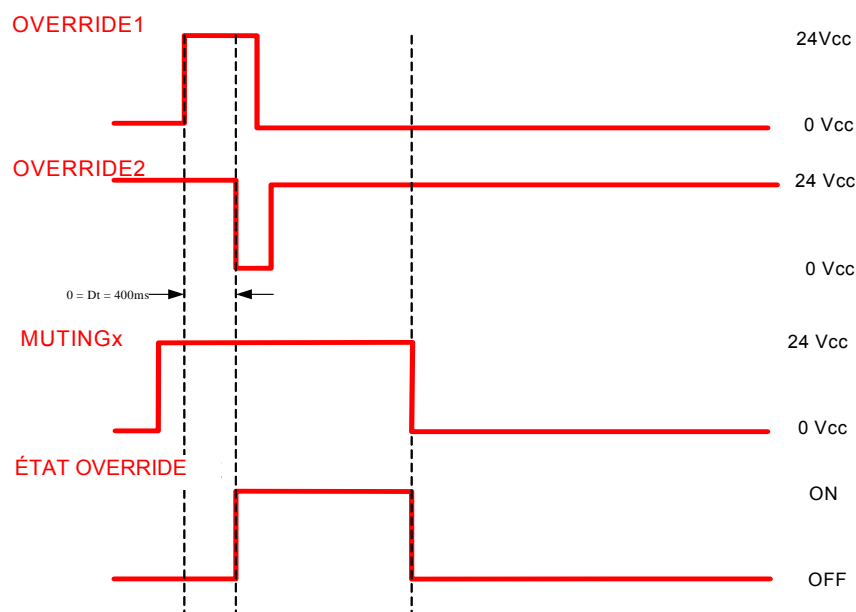
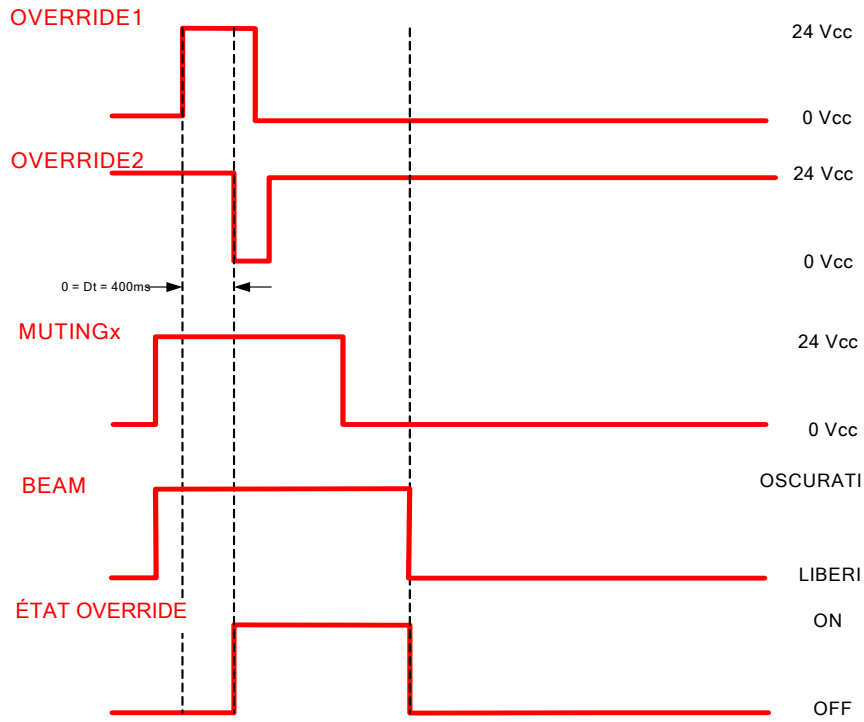

Figure 43
Figure 44
- si les détecteurs de Muting sont libres (T-Muting, Figure 43) ou lorsque les détecteurs de Muting sont désactivés et en état de barrière de sécurité avec faisceaux libres (L-Muting, Figure 44).
La fonction de codage permet au ESPE de rester en état de fonctionnement standard même quand un événement d'interférence avec un autre ESPE se produit, et en particulier quand l'unité de transmission TX de la première barrière émet des faisceaux en direction de l'unité de réception RX de la seconde barrière (voir Figure 43). Il est évident que les deux barrières doivent être configurées avec deux différents codes (voir aussi paragraphe 3.2.3 - « Distance entre les dispositifs homologues »). Cette fonction peut être configurée au moyen des commutateurs des deux dispositifs RX et TX (voir paragraphe 0). Les codes disponibles sont deux.